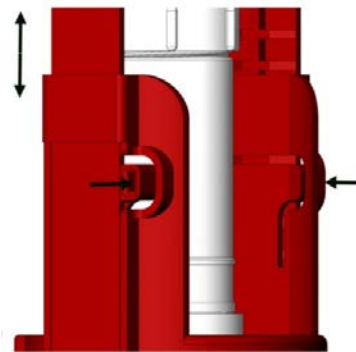

Рис.4
11.1. Чтобы отрегулировать клапан выпуска по высоте, необходимо отсоединить тягу 8, от хомута 10. Затем нажать на фиксаторы опоры 15 и перемещением стойки 9 вверх-вниз (см. рис. 4) добиться необходимого зазора